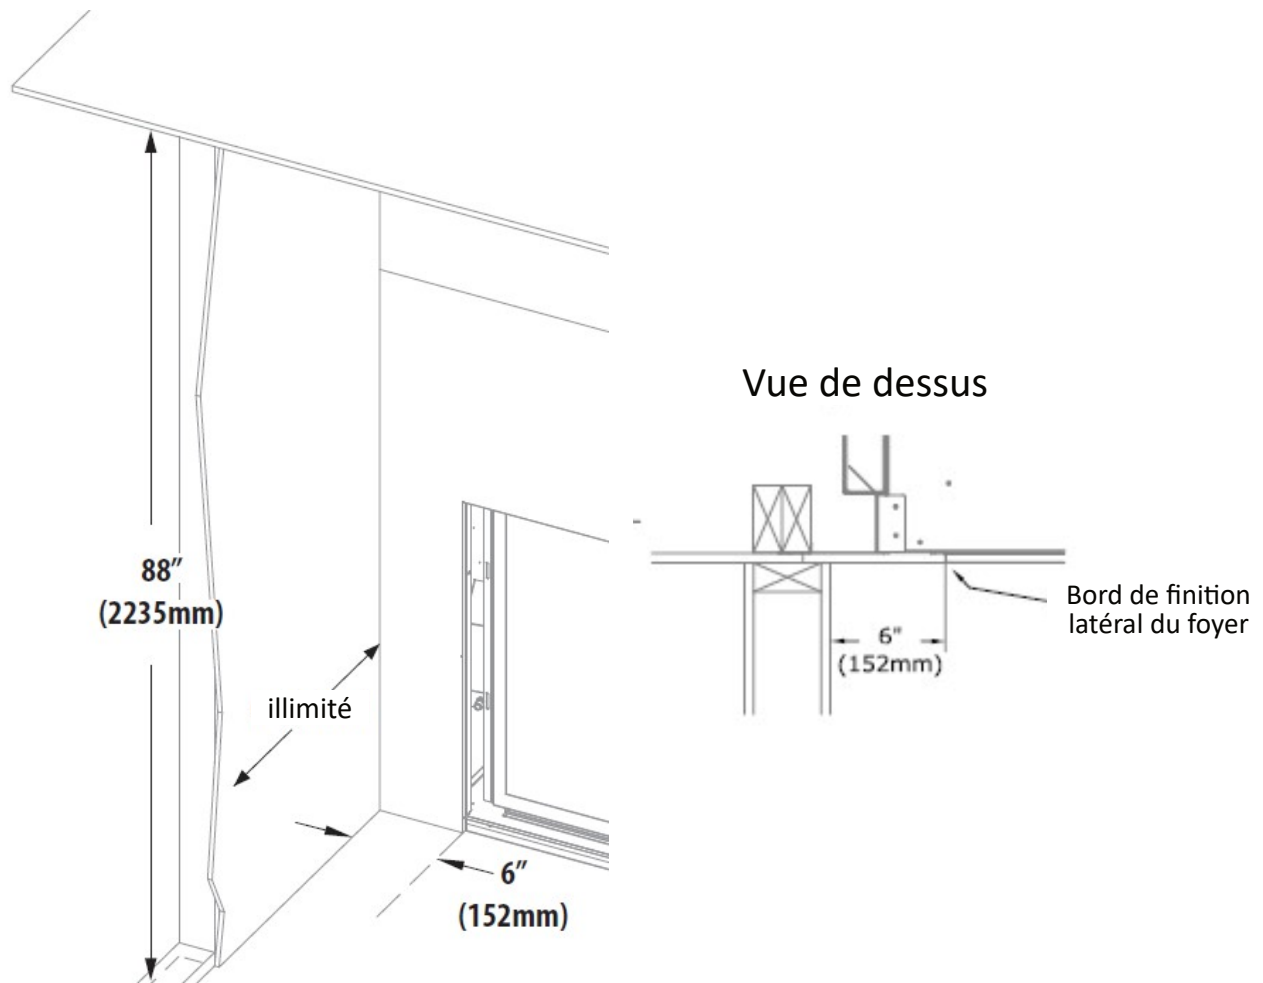

Figure 3.13 - Dégagements du mur latéral adjacent
- Montants (piédroits) du manteau: Voir la Figure 3.13 et «Dégagement au mur latéral combustible» (ci-dessous).
- Dégagement au mur latéral combustible: Le dégagement minimum du bord de finition latéral du foyer au mur latéral adjacent est de 6 po (152 mm). À cette distance du bord de finition latéral du foyer, le mur adjacent peut être de longueur illimitée. Voir la Figure 3.13.
- La Figure 3.13 montre la projection illimitée du mur latéral adjacent au foyer, lorsque ce mur est situé à 6 po (152 mm) de dégagement minimum du bord de finition latéral du foyer.